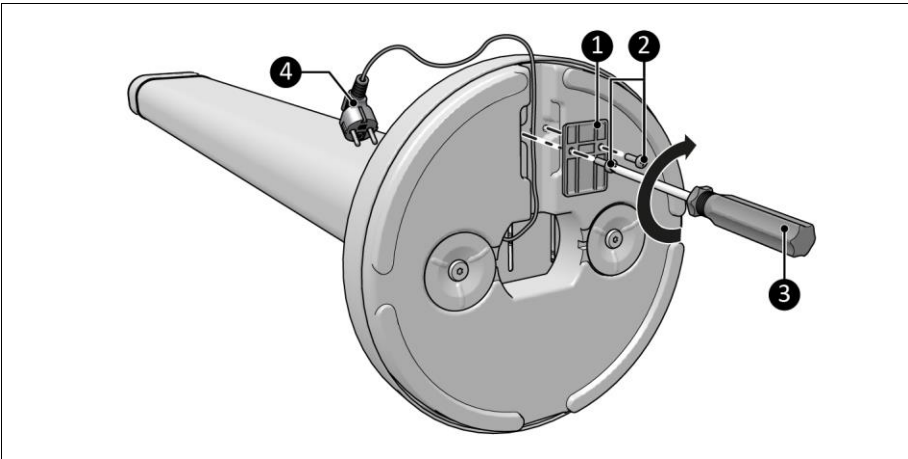

Abbildung 7
5. Führen Sie das Netzkabel durch den Kabelschlitz (Abbildung 7).
6. Setzen Sie die Abdeckplatte (Abbildung 7, Pos. 1) über den Kabelschlitz und befestigen Sie sie mit den Schrauben (Abbildung 7, Pos. 2) und einem Kreuzschlitzschraubendreher (Abbildung 7, Pos. 3) am Fuß.